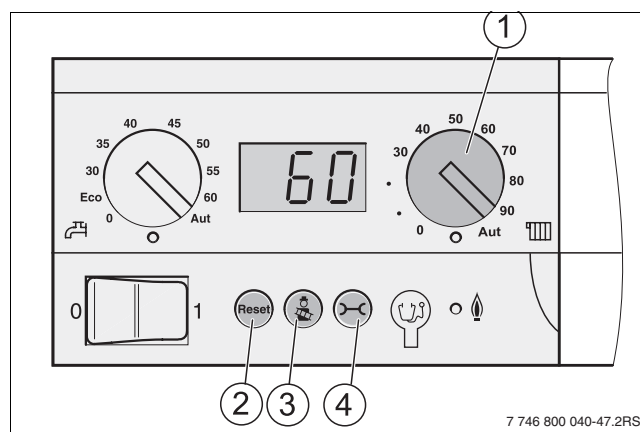

Рис. 72 Панель управления главного регулятора
- ▶ Ручкой управления (→ рис. 72, [1]) задаётся верхняя граница температуры котловой воды для отопления (→ таб. 11).
Настройка на BC10 может выполняться не через меню, а ручкой регулировки максимальной температуры котловой воды (→ рис. 72, [1]).